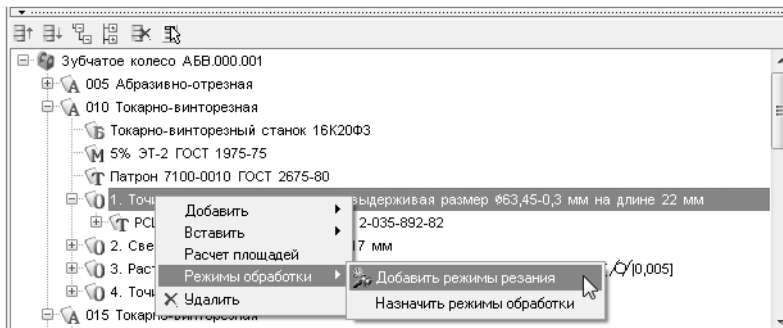

Рис. 6.3.
3. Установите курсор на переход 1 операции *010 Токарно-винторезная*. С помощью контекстного меню выполните команду **Режимы обработки** — **Добавить режимы резания** (рис. 6.3).